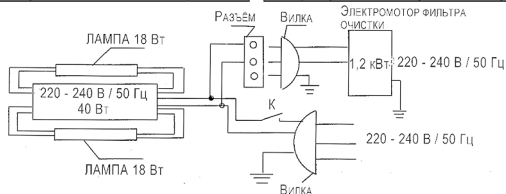

Рисунок 4 – Схема подключения питания мод. 10.9
2. Расположите остов камеры (поз. 22, рис. 4) горизонтально, опираясь на заднюю панель.
19. Подключите питание, согласно схеме (рис. 4), питание пескоструйного аппарата осуществляется от сети 220 В/ 50 Гц.